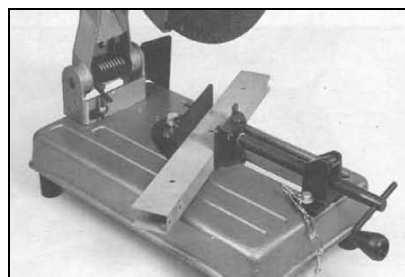

Fig 6
Die Spannbacke (H) passt sich automatisch an das Werkstück an. (Fig 6)